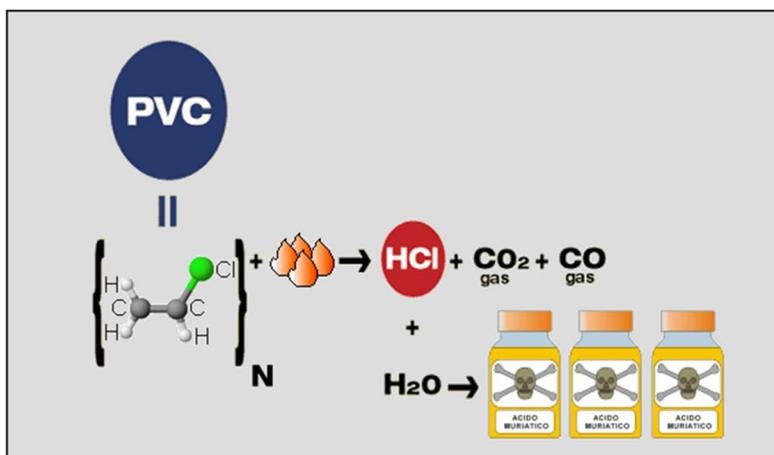

Fig. 5 – Il PVC e l'incendio
I materiali principalmente utilizzati per cavi elettrici di bassa tensione in grado di fornire le prestazioni su descritte sono costituiti da polimeri reperibili nel mercato su vasta scala. Le loro qualità di non propagazione sono dovute essenzialmente alla presenza dell'atomo di cloro nella molecola del PVC e all'aggiunta, in quantità più o meno rilevanti, di un ulteriore componente, la cloroparaffina. La combustione è ostacolata proprio dall'emissione in forma gassosa del cloro (1) che però, purtroppo, è molto tossico per le persone e corrosivo per le cose (fig. 5).